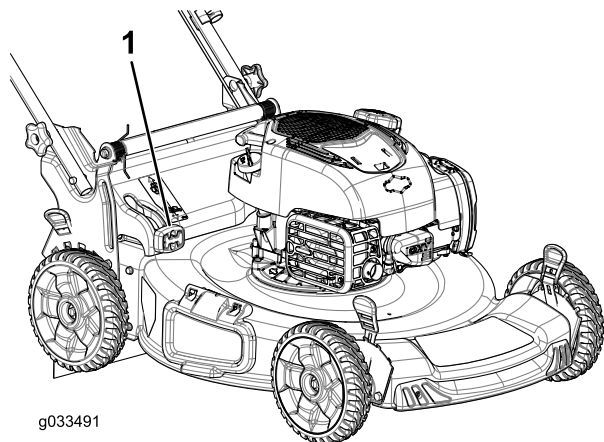

Figura 22
- **Per insaccare erba e sfalcio**, premete il pulsante sulla leva Bag-on-Demand e spostatela in avanti fino a quando il pulsante sulla leva non si solleva di scatto (Figura 22).